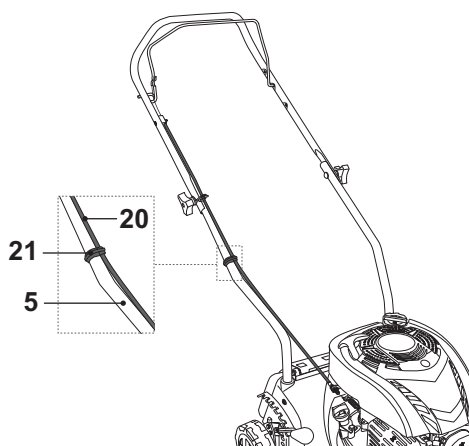

Fig. 7
- > Fixez le câble de frein [20] avec le clip métallique [21] à la barre inférieure de la poignée [5] (Fig. 7).